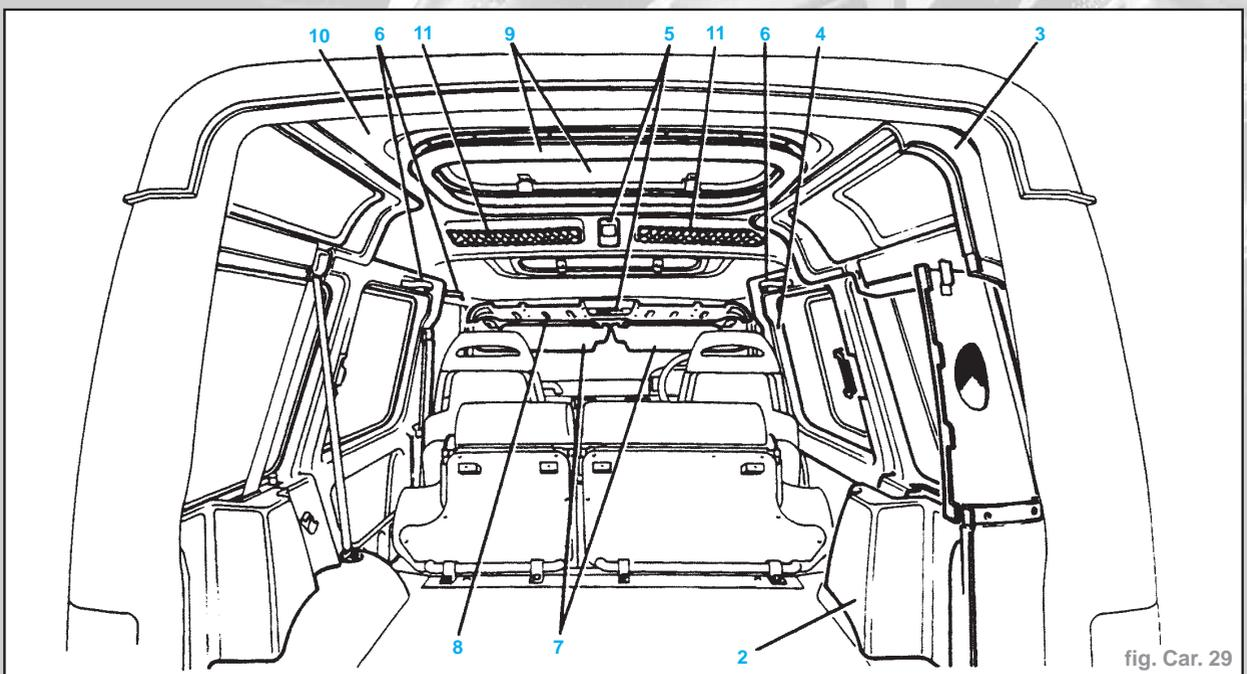

fig. Car. 29
- Déposer les panneaux inférieurs de garniture du compartiment arrière (2) (Fig. Car. 29).
- Déposer les plafonniers de la poche de garniture intérieure du pavillon et de la garniture intérieure du pavillon (5).
- Déposer les poignées de porte avant (6).
- Déposer les pare-soleil et leurs attaches (7).
- Déposer la poche de garniture du pavillon avant (8).
- Déposer les panneaux de verre et éléments de finition des découpes de toit ouvrant (9).
- Dégager la garniture intérieure du pavillon de l'emboîture située au dessus de la porte arrière et la retirer du véhicule par la porte arrière (10).
- Si la garniture intérieure existante du pavillon doit être remplacée, déposer les filets vide-poche passager (si le véhicule en est équipé) et les monter sur la garniture intérieure du pavillon neuve (11).